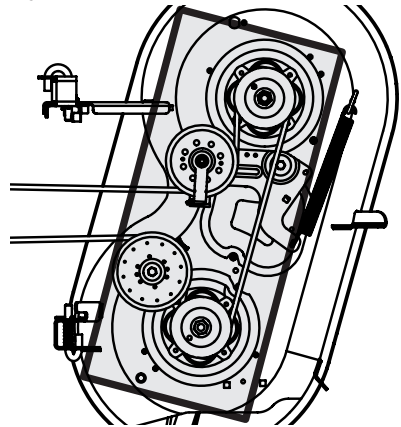

Figura 22
- Limpie la parte superior de la plataforma de corte, debajo de las cubiertas de husillos y del área de correas. Consulte la Figura 22.